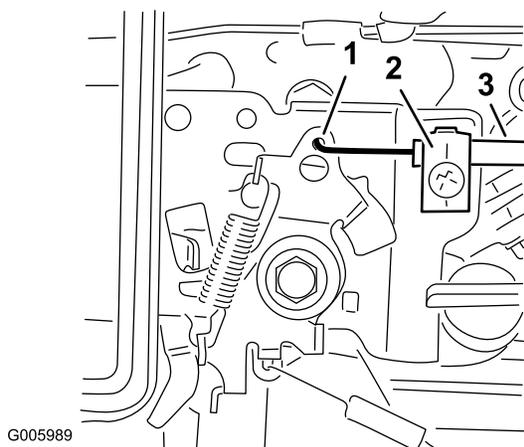

**Figura 7**
5. Pase el cable del sistema de autopropulsión por fuera del manillar, a través del orificio del lado izquierdo del alojamiento, y conecte el extremo del cable (Figura 7).